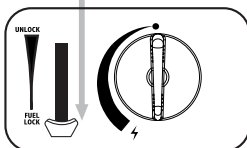
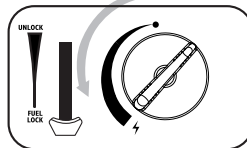

fig. 3
fig. 4
3. Presione la palanca del cartucho (6) hacia abajo (fig.3) y cierre la tapa del cartucho.
4. Si oye un "silbido", el cartucho no se ha colocado correctamente. No intente encender el aparato, mueva la palanca (6) a la posición "UNLOCK" y repita los pasos (1-4).
5. Gire el mando (8) completamente a la posición de encendido hasta que haga clic. (fig.4) Repita esta acción hasta que el quemador se encienda.